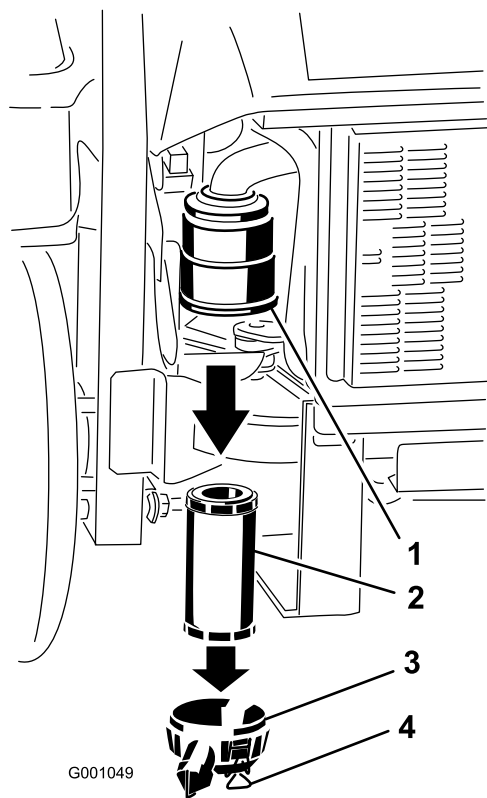

Figure 40
3. Ouvrez les verrous du filtre à air et séparez le couvercle du corps du filtre (Figure 40).
5. Sortez l'élément filtrant du corps du filtre avec précaution (Figure 40). Évitez de cogner l'élément à l'intérieur du corps.